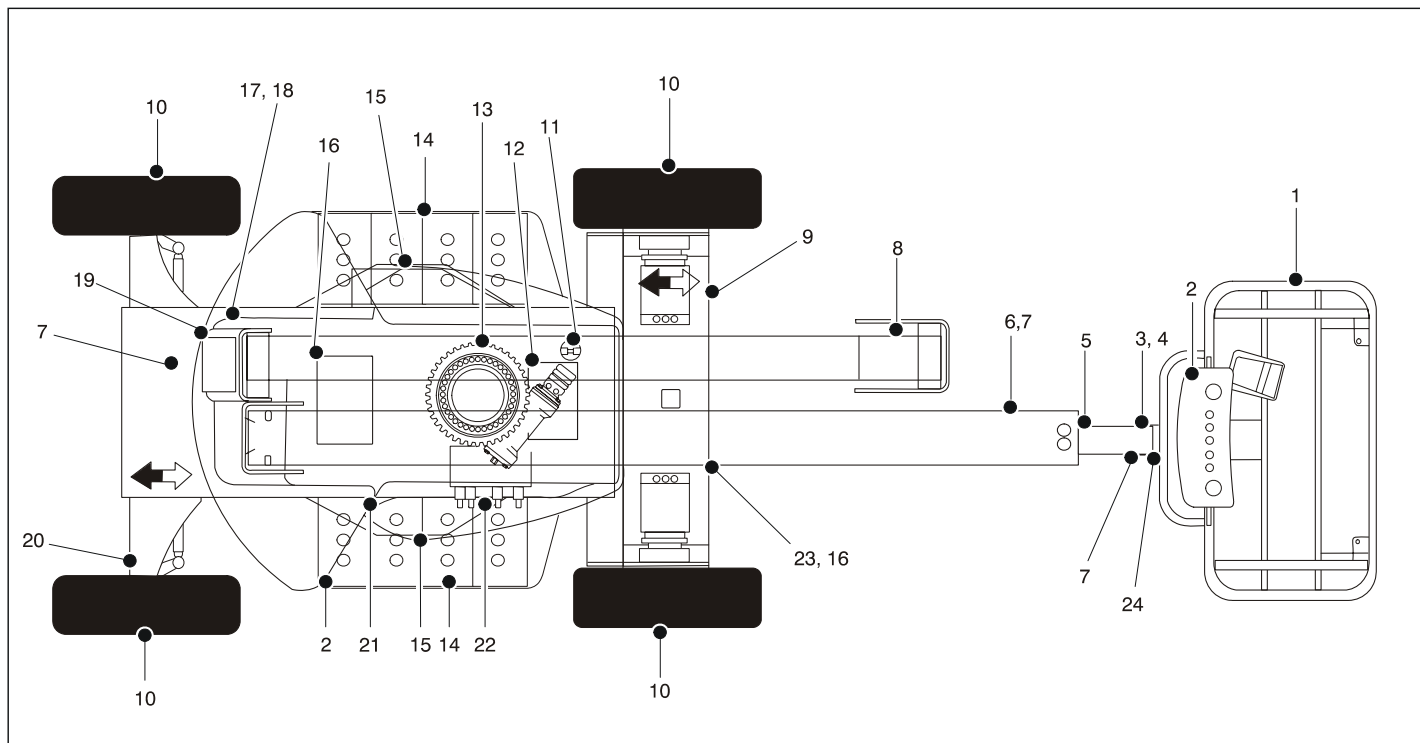

Figura 2-2. Ispezione completa quotidiana - Foglio 1 di 3
5. **Ispezione "completa"** - Consultare dalla Figura 2-2. alla Figura 2-4.